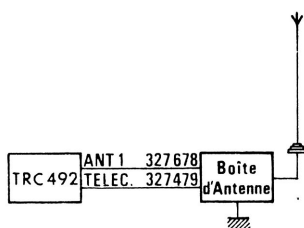

Fig. 4.1.2.3.2 e
- Pour la fixation sur une paroi, percer quatre trous $\varnothing 9$ et, si nécessaire, un trou central $\varnothing 20$ minimum (à protéger avec un passe-fil) pour le passage du feeder (Fig. 4.1.2.3.2. b)